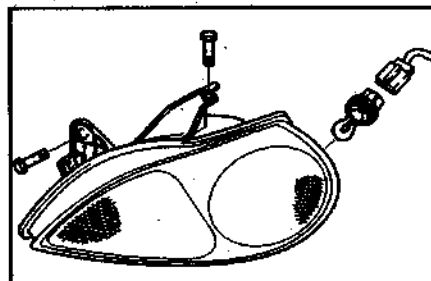

Рис. 126. Замена лампы переднего указателя поворота/стояночных огней
1. Поверните патрон лампы стояночных огней против часовой стрелки извлекая его из блока фары (рис. 126).